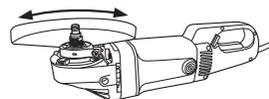

Abb. 13
1. Lösen Sie die Feststellschraube (11) mit dem Innensechskantschlüssel (15) so weit, dass Sie die Schutzhaube einfach bewegen können.
2. Stellen Sie die Schutzhaube in die passende Position (Abb. 13 und 14).